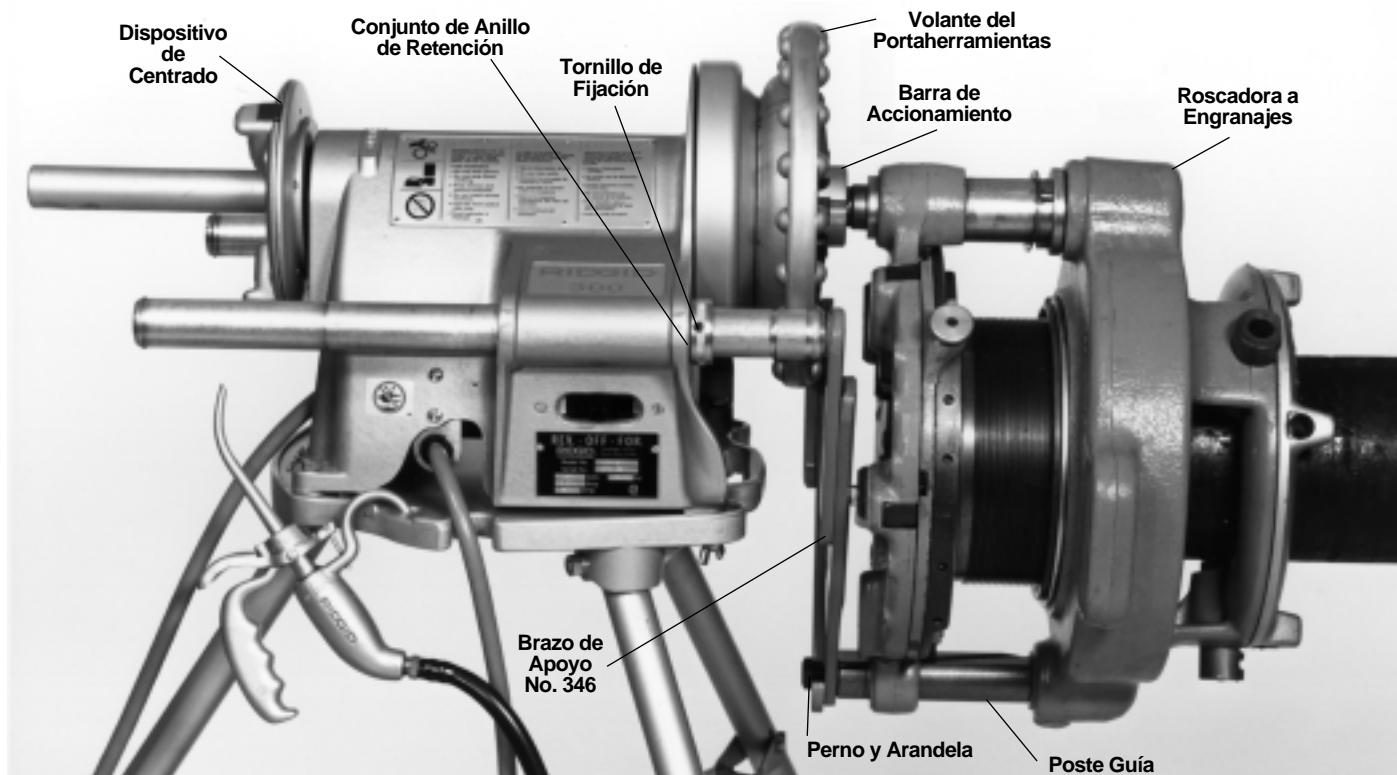

Figura 16 – Roscadora a engranajes No. 161 en acoplamiento compacto con el accionamiento autopropulsado
**Cabezal No. 161** (*Figura 16*) – Introduzca los brazos de apoyo No. 346 en las barras de apoyo y asegure los collarines contra el cuerpo del accionamiento autopropulsado apretando los tornillos de fijación.
**Roscadora 161** (*Figura 16*) – Extraiga el tornillo de sujeción (tapón) del poste guía de la roscadora y asegure los brazos de apoyo con el perno y la arandela.